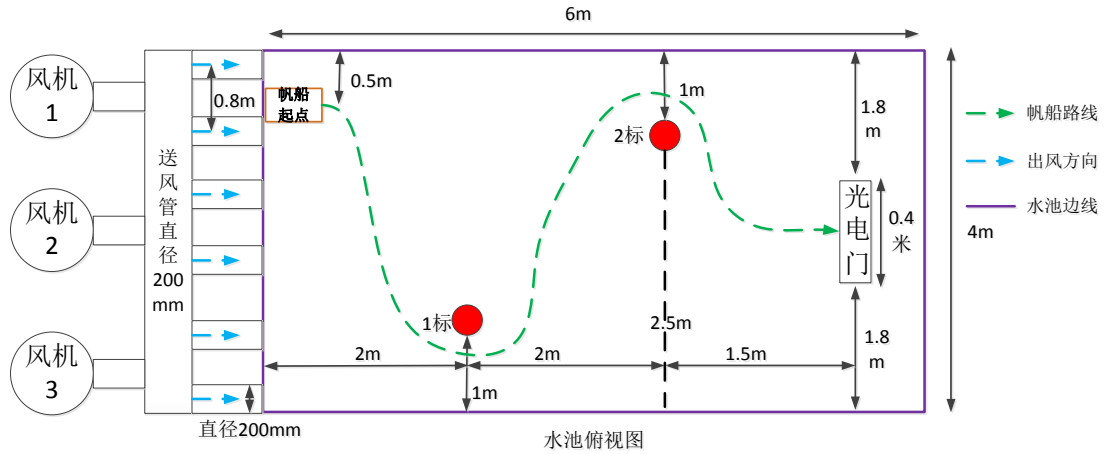

图 1 比赛航行路线图
不通风。帆船的风力采用风机供给，如图 1 所示，采用三个 85W 风机，风机均匀分布，管子直径 200mm，长 5 米，共 6 个送风口管道，直径 200mm，长 0.4 米，管子距离地面高度 0.5 米，与地面平行布置，管子出口处安装双层 120 目纱网缓和出风力度。
3.2.3 在起点附近位置给定定点风源，如图 1 比赛路线图所示，终点设置一宽度 0.4 米高 1.0 米的光电门，帆船按照终点位置光电门导引信号，从启动线开始按规定航线航行。起航后的 1 标和 2 标位置如图 1 所示，并能清晰地观察到。手动操纵和自动控制帆船模型应按照图中标识路线，依次到达 1 标和 2 标并绕标行进，最终到达终点光电门位置。计时从模型离开放航台或出发点开始，至整个船身通过终点光电门时结束。